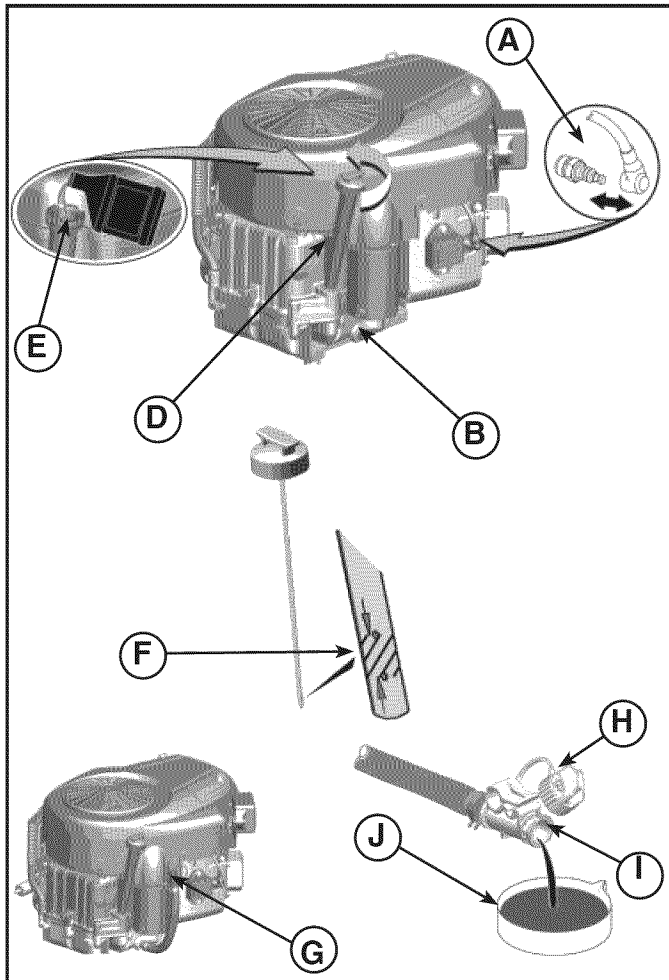

FIGURA 9
1. Con el motor apagado pero aún caliente, desconecte el cable de la bujía (A) y manténgalo a distancia de la bujía (Figura 9).
2. Retire la varilla indicadora de nivel de aceite (D).